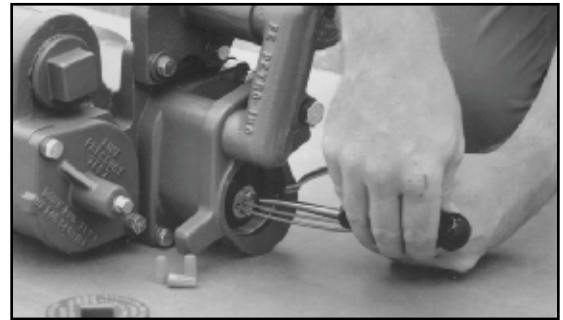

Figura 11: Adjunte el tapón del contratista
22. Deslice el tapón del contratista hasta su base en el colector de descarga con un destornillador. Apriete los dos tornillos en el tapón del contratista para fijarlo en su lugar (Figura 11).